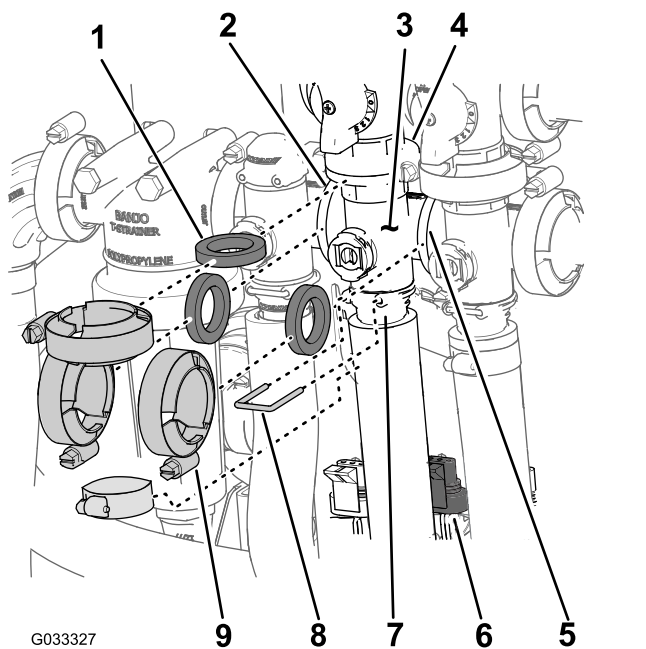

Рисунок 64
1. Снимите хомуты и прокладки, которые крепят коллектор клапана перемешивания (Рисунок 64) к перепускному клапану перемешивания, клапану управления интенсивностью опрыскивания, главному клапану стрелы и переходному штуцеру (дрессельный клапан перемешивания).
2. Снимите держатель, который крепит выпускной штуцер к коллектору клапана управления интенсивностью опрыскивания (Рисунок 64).